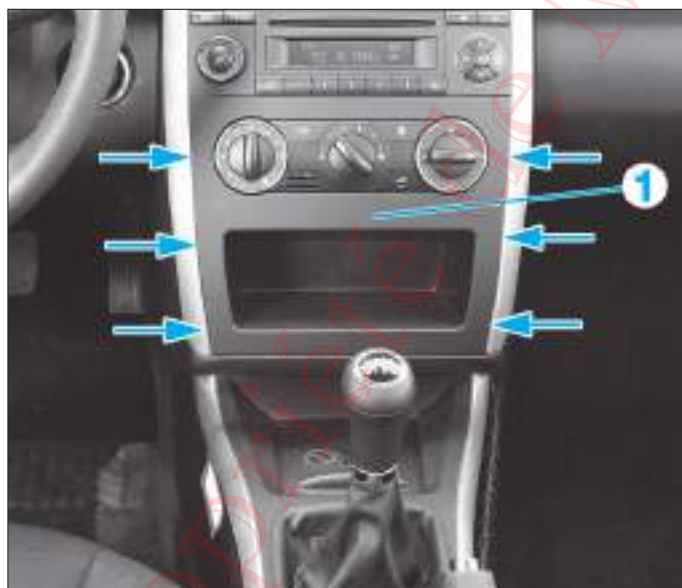

FIG. 39
- Dégrafer au niveau des flèches, en commençant par le bas, l'enjoliveur (1) de la console centrale (Fig.39).